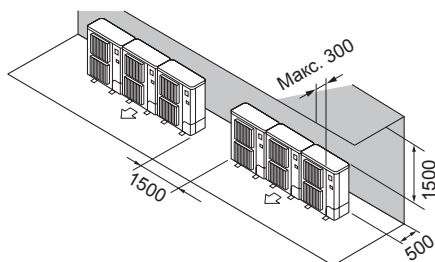

Fig. 2-10
- ② Арт жақтағы және жоғарғы жақтағы кедергілер (Fig. 2-10)